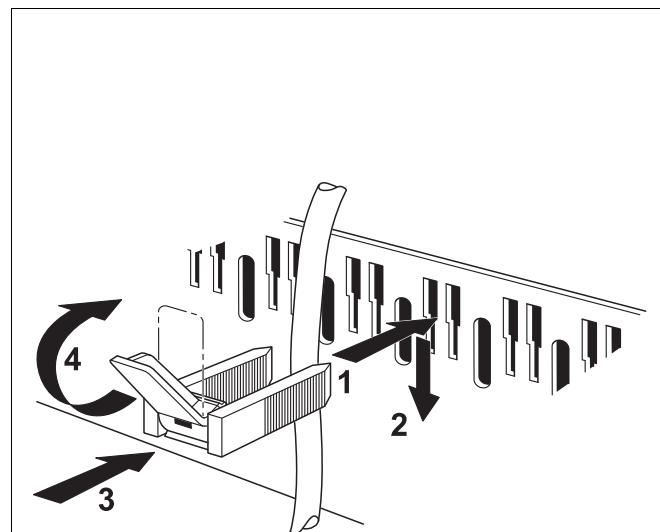

Рис. 18 Крепление провода хомутом
- Все провода закрепить хомутами (Рис. 18):
- Вставить хомут с проводом сверху в щели рамки (Рис. 18); пластина рычага должна быть при этом направлена вверх (Рис. 18, шаг 1).
- Сдвинуть хомуты вниз (Рис. 18, шаг 2).
- Нажать на хомут (Рис. 18, шаг 3).
- Повернуть рычажок вверх (Рис. 18, шаг 4).